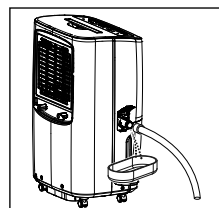

fig. 9
- f. Lorsque vous souhaitez retirer le tuyau flexible, préparez un plateau égouttoir (non fourni) pour recueillir l'eau de l'embout. (Fig. 9)